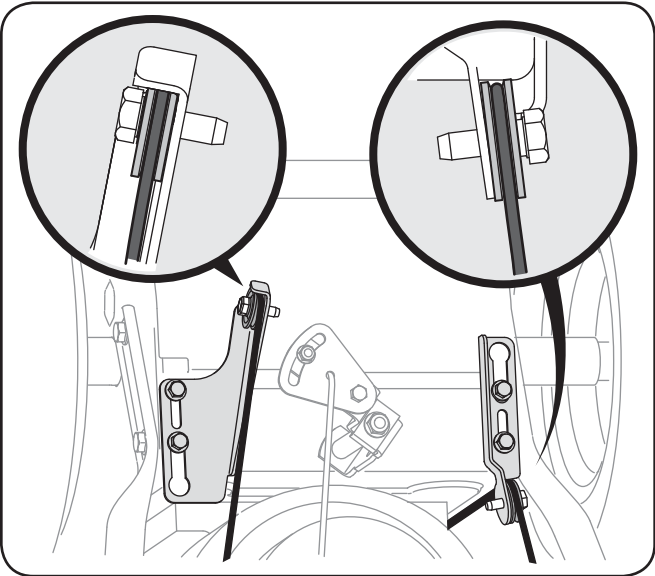

Fig. 3-1
- Assurez-vous que les deux câbles, sur la partie inférieure de la soufflante, sont bien alignés avec les rouleaux de guidage. Voir la Fig. 3-1. Redressez le guidon supérieur, alignez le guidon supérieur avec le guidon inférieur. Voir la Fig. 3-2.